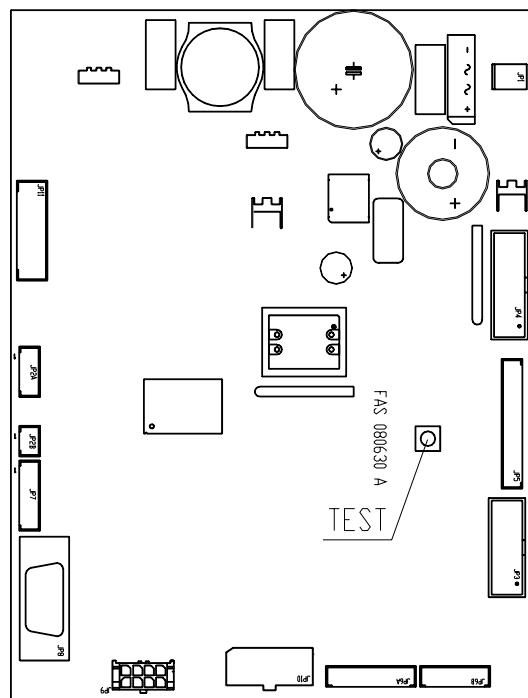

FIG. 3
- Se compare sul display la scritta "MEMORY CLEARED" premere il pulsante TEST situato sulla scheda principale all'interno box gettoniera (vedi fig. 3) per inizializzare la memoria. Sul display appare il messaggio "PORTA APERTA DISTRIBUTORE IN MANUTENZIONE". Il distributore automatico inizierà automaticamente un autotest. Se non viene identificato alcun errore la colonna si sposterà in posizione di inizio e la macchina sarà pronta all'uso.